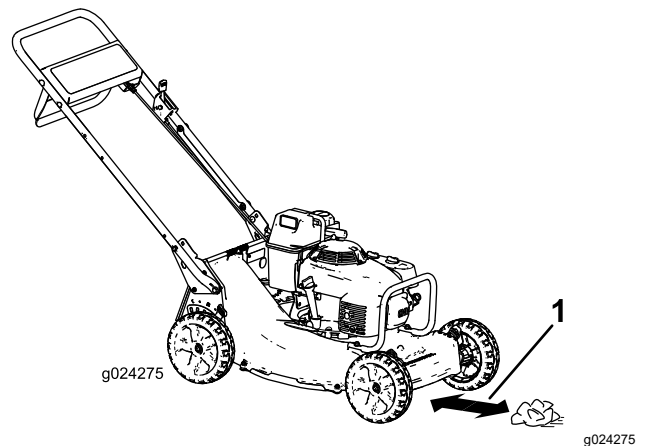

Figure 20
4. Placez la boule de papier journal à 13 cm (5 po) devant la machine (Figure 20).